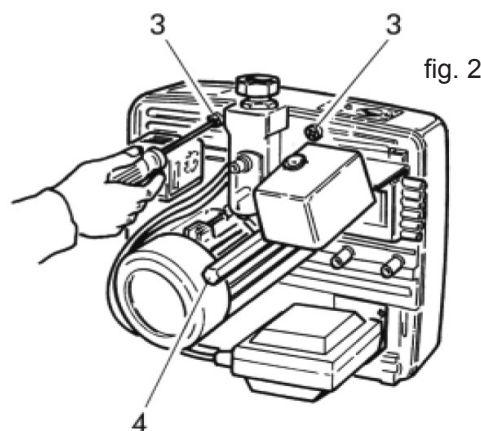

fig. 2
- Svitare le viti 3 e il perno centrale 4 (fig.2).